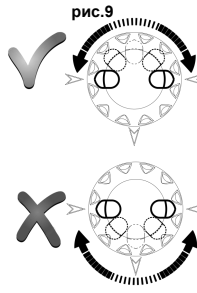

рис.10
- Чтобы заменить пустой баллон (рис.10):
- Поверните ручку (C) на пол-оборота до упора: баллон, который был «РЕЗЕРВНЫЙ», затем становится «СЕРВИСНЫМ» (рис 9).